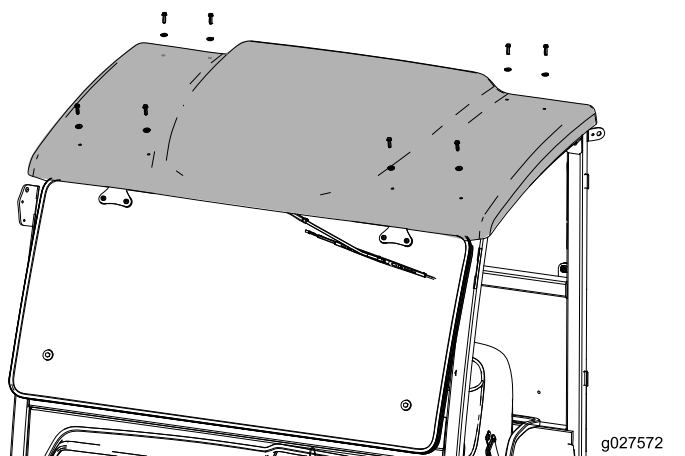

Figura 1
5. Rimuovete i bulloni che fissano la parte superiore della cabina (Figura 1) e sollevate con attenzione la parte superiore della cabina.
Nota: La vostra cabina potrebbe avere un aspetto leggermente diverso da quella in figura. Potreste dover rimuovere più bulloni rispetto a quanto illustrato in Figura 1.